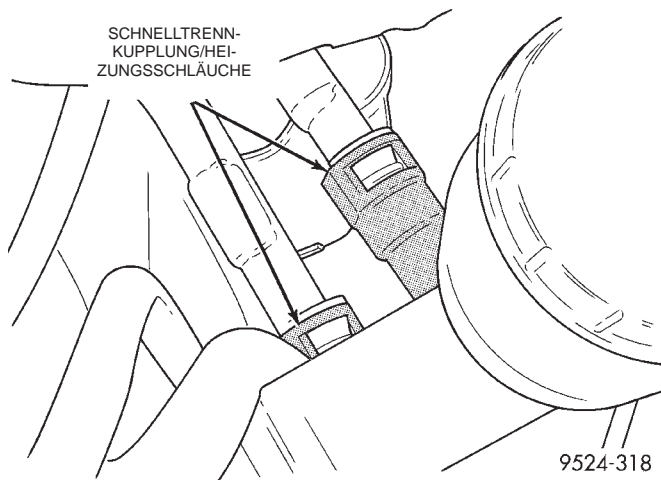

Abb. 57 Anschluß der Heizungsschläuche am Motor
(1) Motorkühlmittel ablassen. Näheres hierzu siehe Kapitel 7, "Kühlsystem".
(2) Mit einer geeigneten Zange die Verbindung der Schnelltrennkupplung am auszubauenden Schlauch eindrücken (Abb. 57).